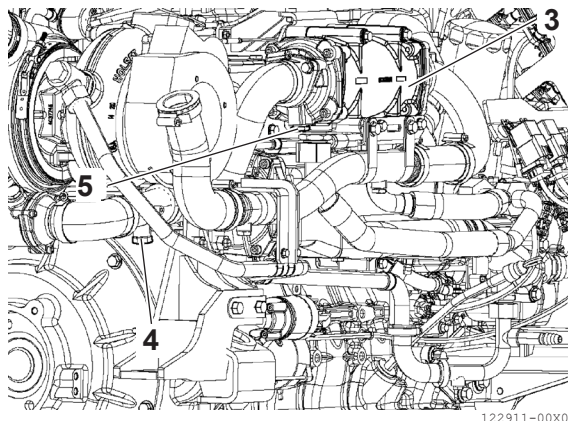

Figura 5
3. Repita el procedimiento con los ánodos (**Figura 5 [4]**) y (**Figura 5 [5]**) situados cerca del intercambiador de calor de agua de mar/aceite (**Figura 5 [3]**).
- Apriete el ánodo (**Figura 5 [4]**) al par especificado: 25 N·m.
- Apriete el ánodo (**Figura 5 [5]**) al par especificado: 30 +/- 3 N·m.